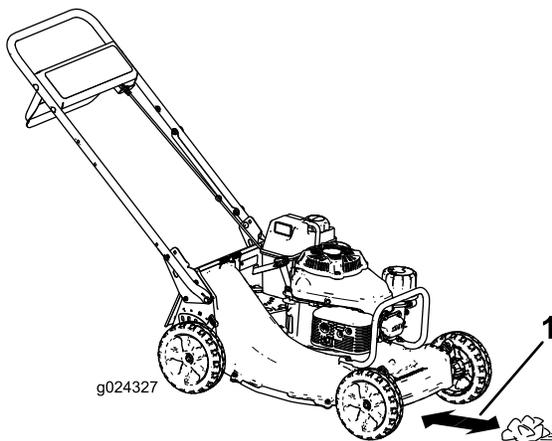

Figure 15
4. Placez la boule de papier journal à 13 cm devant la machine (Figure 15).